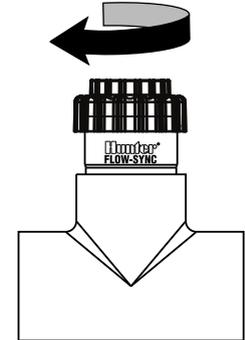

Abbildung 3
5. Die Kappe des WFS-Sensors manuell festziehen (Abbildung 3).